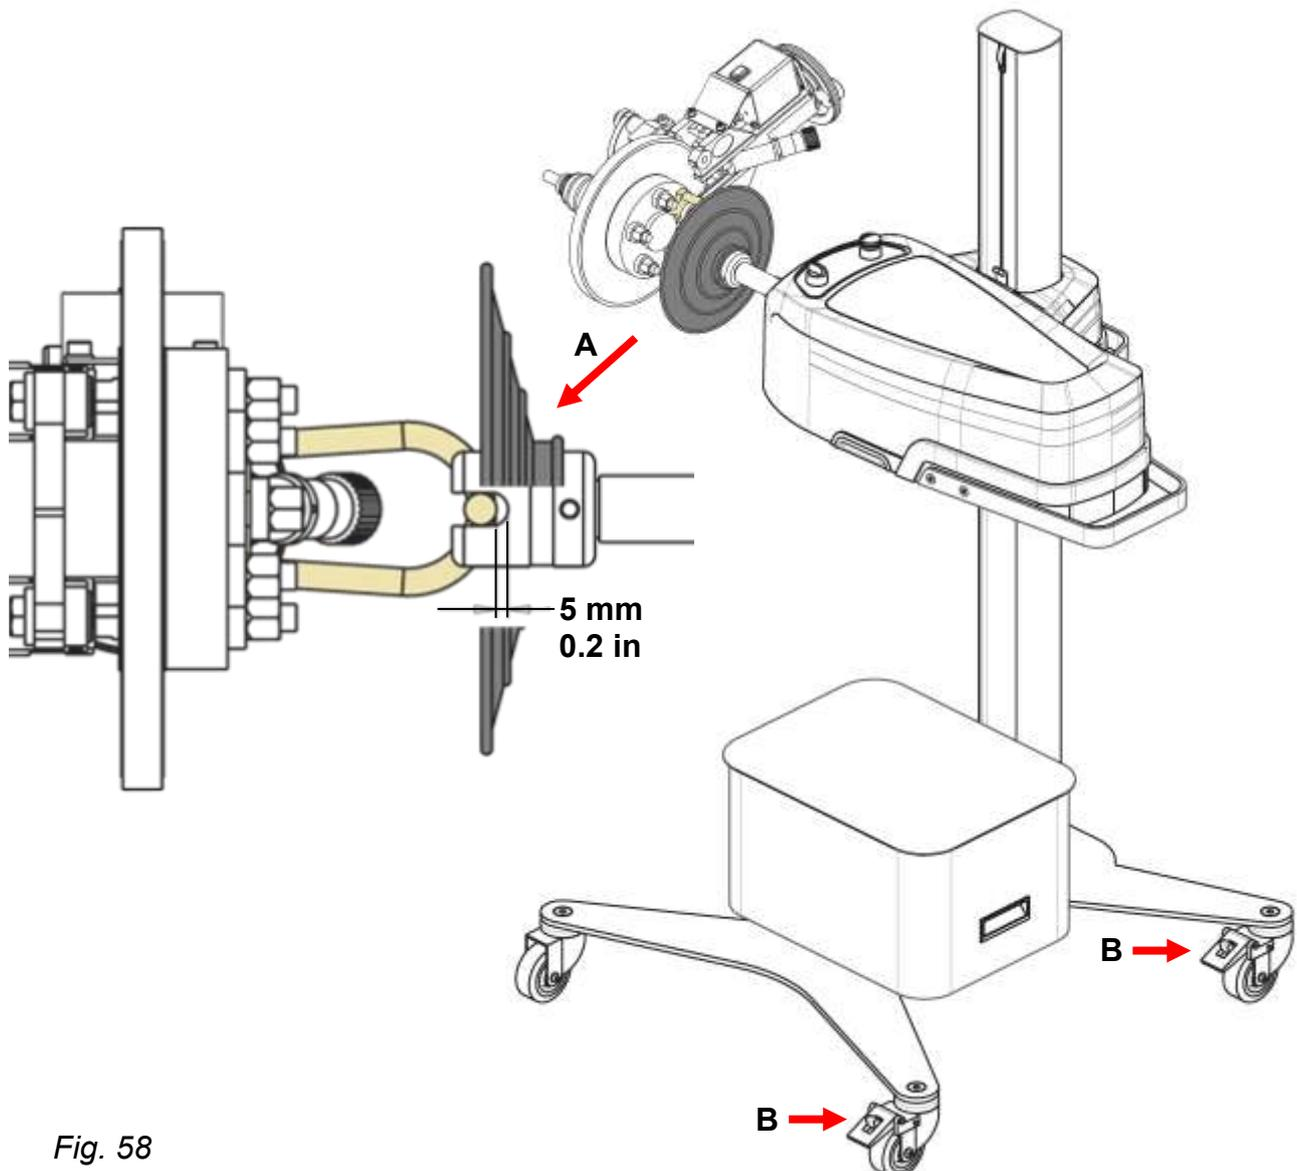

Fig. 58
4. Glisser l'accouplement du moteur sur le crochet d'entraînement de l'adaptateur en laissant un jeu de 5 mm (0,2 inch), fig. 58 A. l'empreinte de l'accouplement doit pointer vers le centre du moyeu.
5. Bloquer les roues pivotantes du support, fig. 58 B.